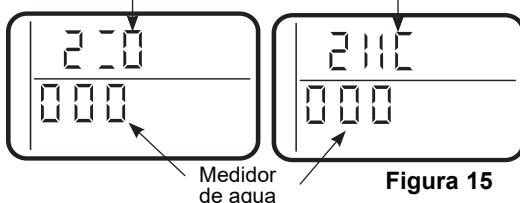

Figura 15
3. Los símbolos en la pantalla indican el funcionamiento del interruptor de POSICIÓN. Vea la Figura 15